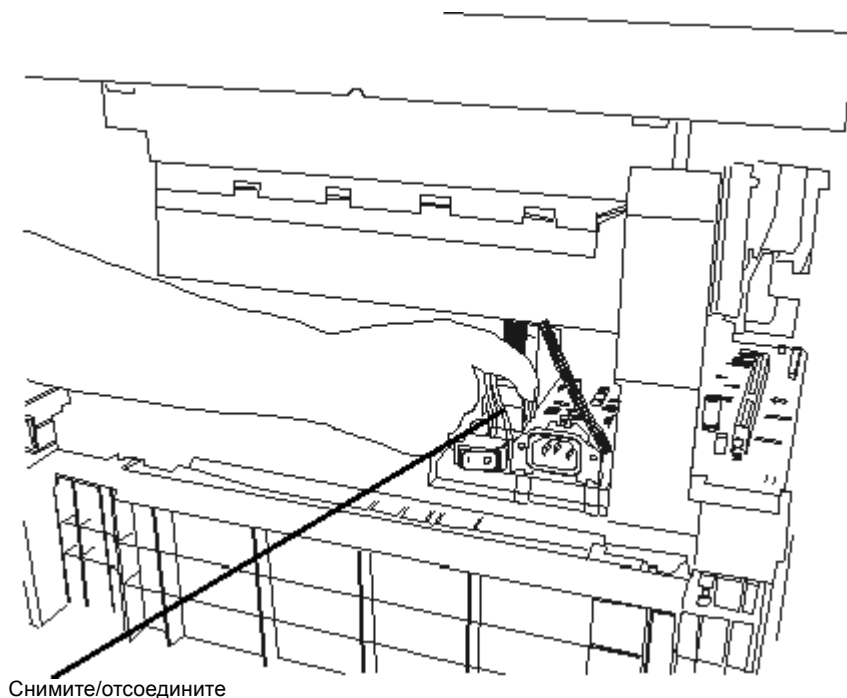

Рисунок 1 Снятие LVPS
- a. Отсоедините от LVPS разъемы (7-8) P/J202, 203, 204, 205, 206, 211 и 212 (Рисунок 1).
- b. Отверните винты (7) от LVPS отверткой с короткой ручкой.
5. Снимите LVPS (Рисунок 1).